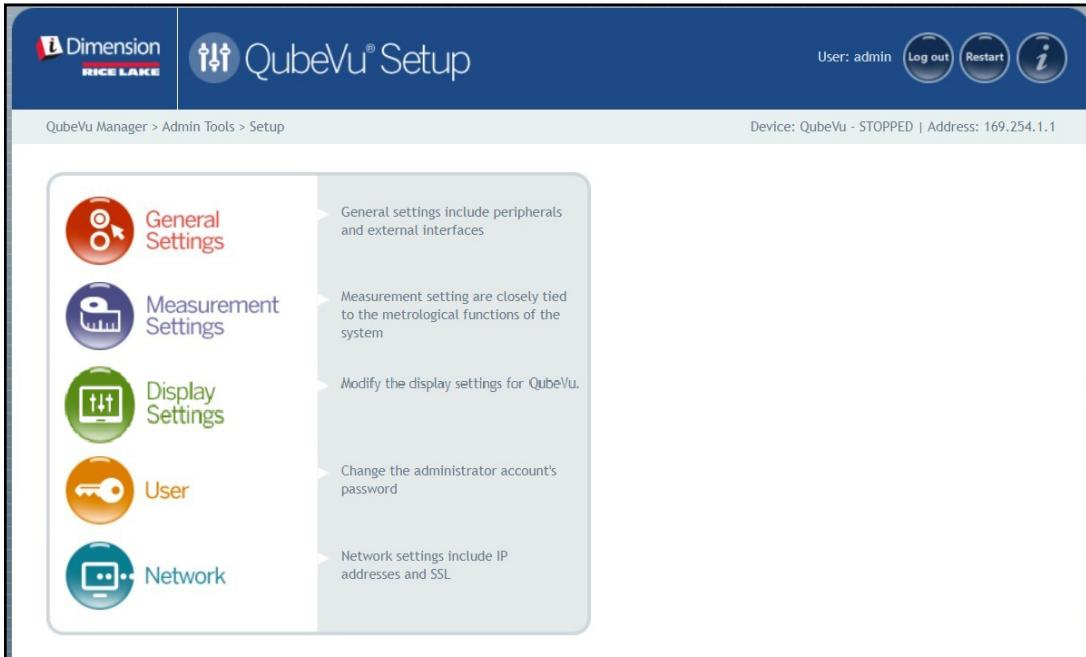

Figura 5-1. Menú Setup (Configuración)
- Seleccione  **General Settings** en el menú **Setup** (Configuración) (Figura 5-1 en la página 24). Aparecerá el menú **General Settings** (Ajustes generales).
- Seleccione  **Measurement Settings** en el menú **Setup** (Configuración) (Figura 5-1 en la página 24). Aparecerá el menú **Measurement Settings** (Ajustes de medición).